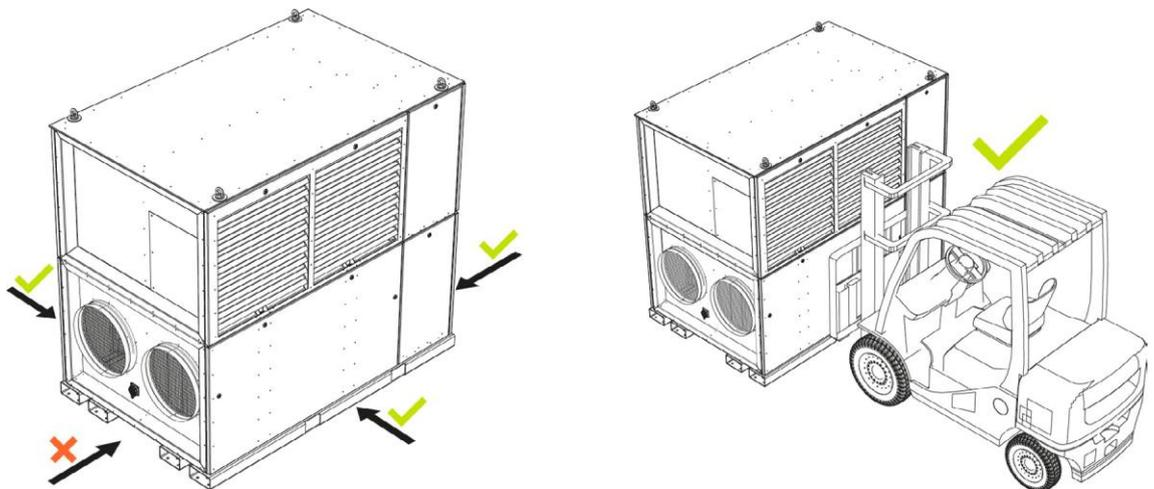

Abbildung 11: Anfahrrichtung mit Flurförderfahrzeugen
- › Zum Anheben der Anlage mit Flurförderzeugen sind ausschließlich die Stapleraufnahmen an den Längsseiten oder der Seite Installationsraum Kälte- und Elektrotechnik zu nutzen! Dabei ist auf eine korrekte Positionierung und Arretierung der Gabelzinken sowie einen korrekten Sitz der Anlage auf den Gabeln zu achten (siehe Abbildung 11) um diese nicht zu beschädigen!